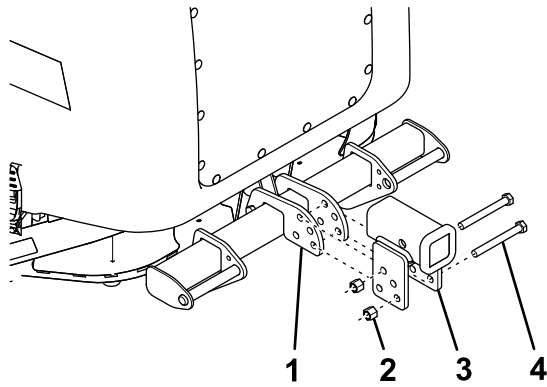

图 10
1. 用 2 个螺栓 ½ x 4½ 英寸和锁紧螺母将挂钩接收器固定至车辆后面图 10。